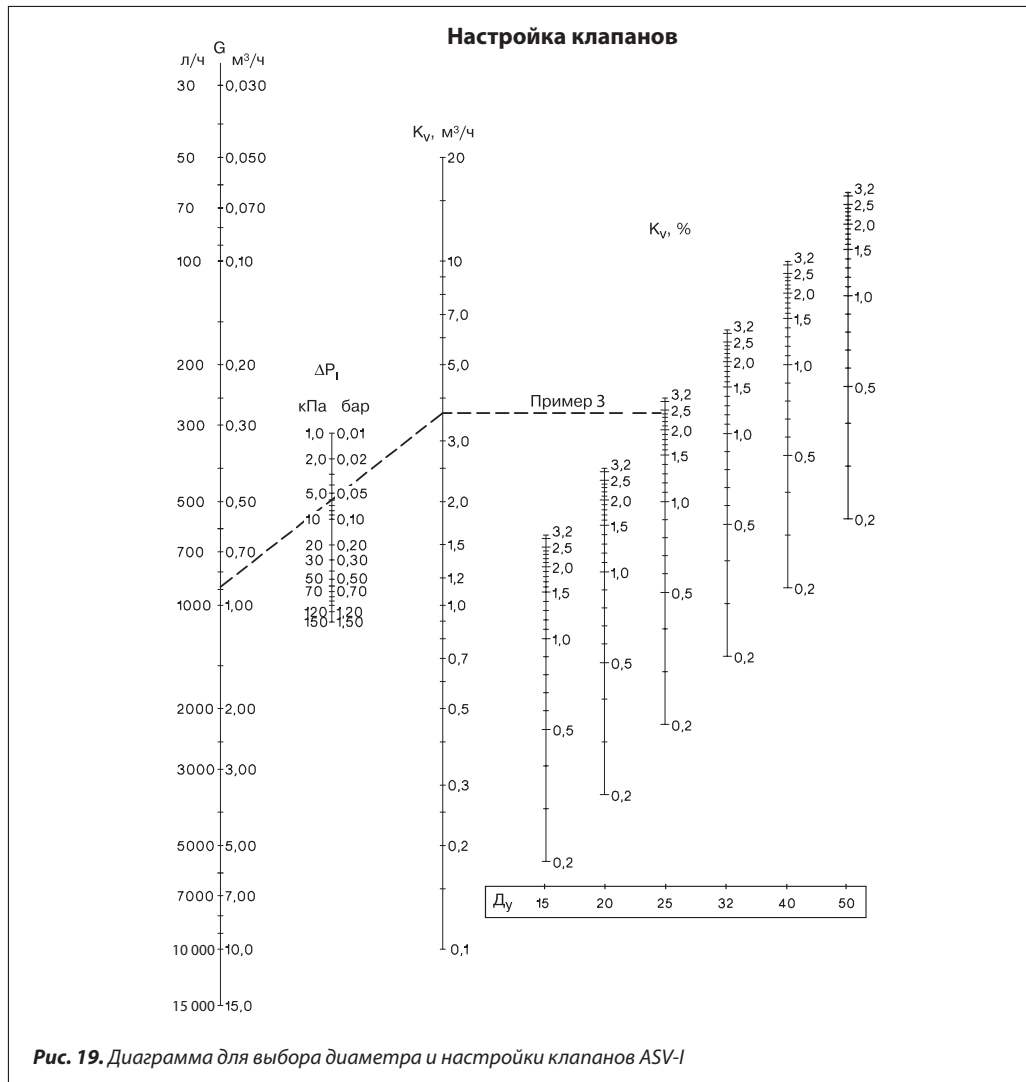

Рис. 19. Диаграмма для выбора диаметра и настройки клапанов ASV-I
3. На диаграмме на рис. 19 (стр. 22) находим настройку клапана ASV-I $D_y = 25 \text{ мм}$ — 2,4 оборота штока. Настройку можно определить на диаграмме без вычисления K_v . Для этого нужно соединить точки расхода $0,88 \text{ м}^3/\text{ч}$ на шкале G с точкой $0,06 \text{ бар}$ на шкале ΔP_I . Затем, продлив линию, соединяющую данные точки, на шкале